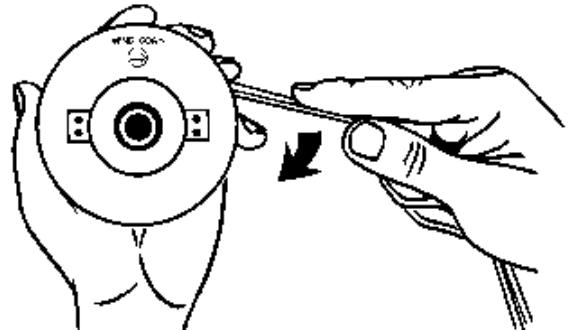

Fig. 16
5. Enrolle en dirección de las como se muestra en la ilustración (Fig. 16), y manteniendo la tensión, con cada una de las mitades separada por el separador del carrete. Enrolle unas 15 cm (6 pulg) de los extremos.